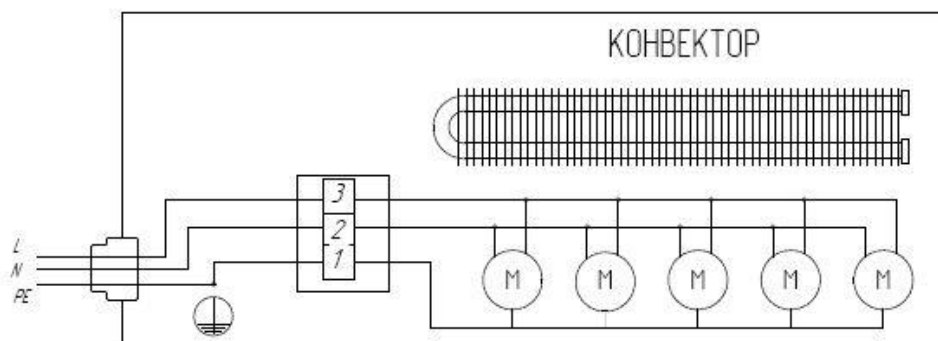

Рис. 3 Схема подключения конвектора к электросети
7.9. Выполните электрические (см. рис. 3) и гидравлические соединения, придерживая шуцера теплообменника ключами, чтобы его не разрушить. При необходимости теплообменник можно переставить на несколько ламелей (левее/ правее) продольно кожуху для удобства монтажа. Теплообменник поднимать строго параллельно дну кожуха за две стороны. Размер подсоединений теплообменника к сети составляет G 1/2"-A (резьба внутренняя).